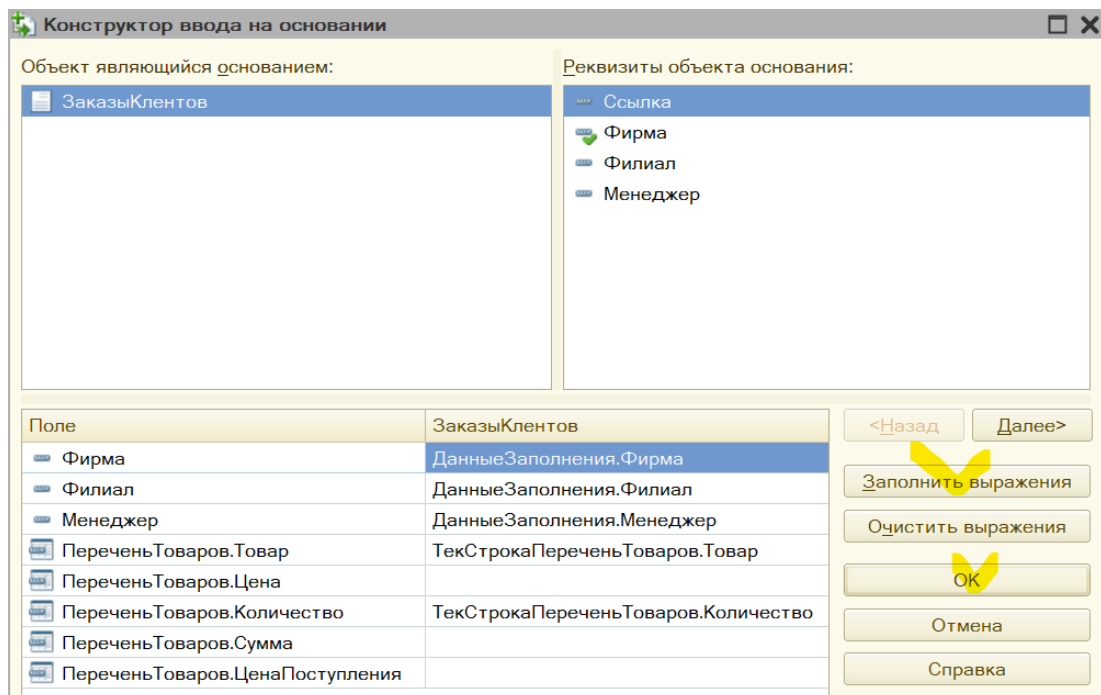

Рис. 5.9. Основное окно конструктора ввода на основании
3. Нажмем на кнопку «Конструктор ввода на основании» и перейдем к соответствующему окну, в котором следует задать соответствие полей документа «ПродажаТоваров» и реквизитов документа – основания «ЗаказыКлиентов». Данное окно во многом напоминает окно конструктора движений, с которым мы уже сталкивались. С помощью кнопки «Заполнить выражения» оформим соответствие полей создаваемого документа реквизитам документа– основания (рис. 5.9).